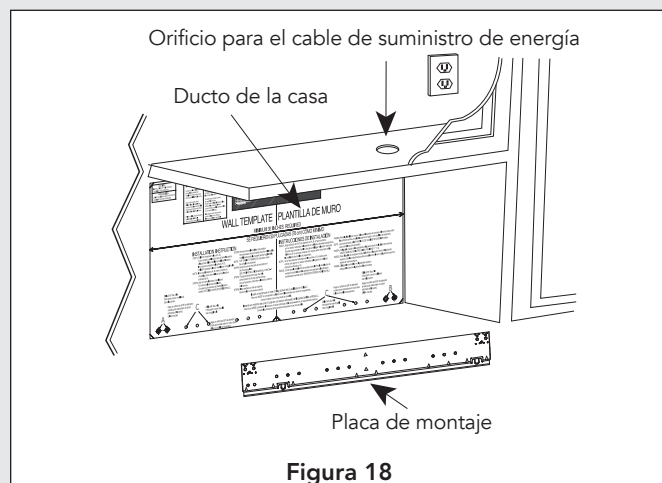

Figura 18
- Trace una línea vertical en la pared en el centro del espacio de 30" de ancho. Vea la Figura 18.